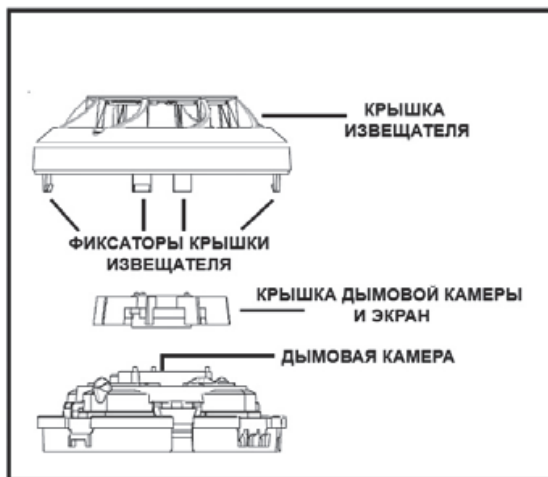

Рисунок 4.
3. Снимите крышку извещателя, для чего аккуратно освободите каждый из четырех фиксаторов, которые удерживают крышку на своем месте (рисунок 4).